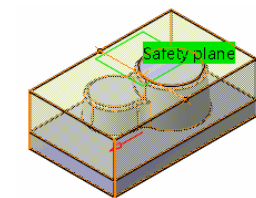

图 2-23 创建的安全平面
1) 单击 Safety plane 按钮, 系统提示 “Select a planar face or point to define the safety plane”, 一般选择毛坯上表面，系统创建安全平面如图 2-23 所示。